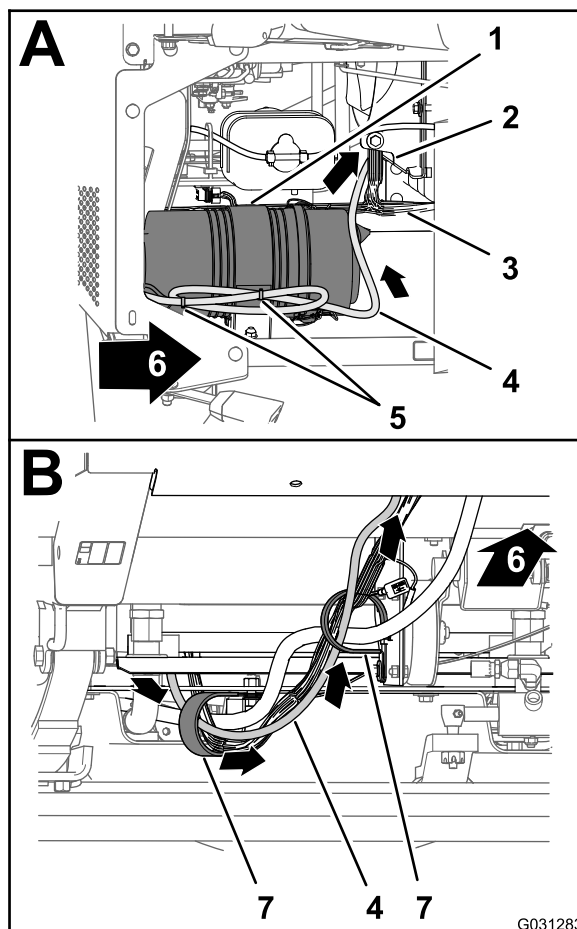

図 166
前方へ導き、ラジエターの右下コーナーまで導く 図 166。
2. データ用ハーネスの220cm の枝線を前方へ延ばして、機体下部にある2つのRクランプに通す 図 166。